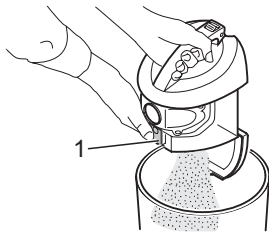

Abb. 17
3. Drücken Sie die Entleerungstaste (Abb. 17/1). Der Boden öffnet sich und der Staub fällt in den Mülleimer.